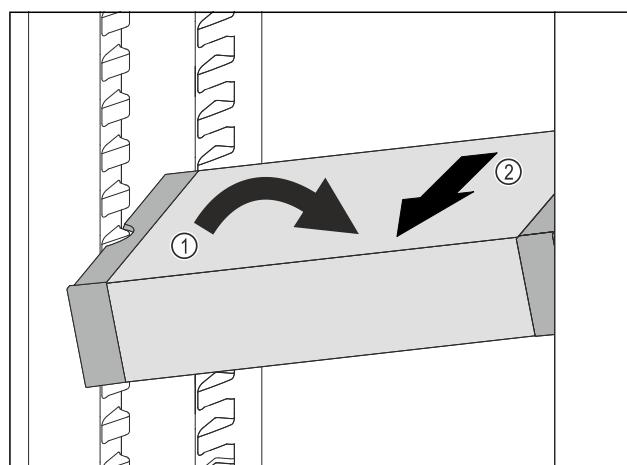

Fig. 139
- VarioSafe postavte v chladničke šikmo. Fig. 139 (1)
- VarioSafe vyberte dopredu. Fig. 139 (2)